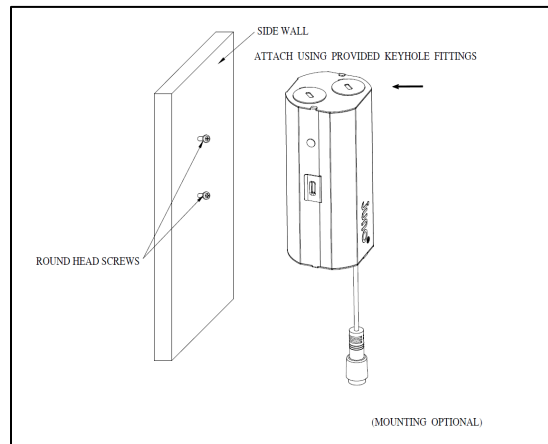

Figure 21
- Placez le boîtier du pilote distant dans le trou découpé (Figure 21). DOIT suivre le code électrique local pour la fixation rigide et le placement du boîtier de commande à distance. Pour les kits de montage en option, les fiches d'instructions pour le nouveau kit de plaques de construction et de poutres de sol sont disponibles sur www.acuitybrands.com